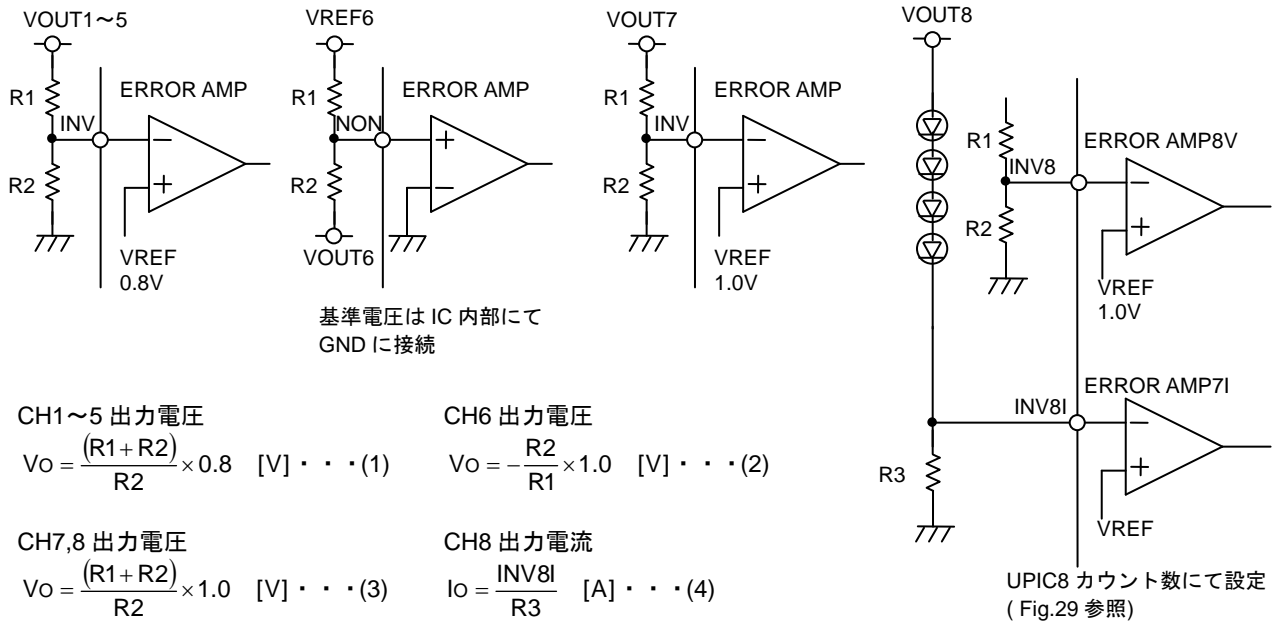

Fig.31 帰還抵抗設定方法
CH1~5 の ERROR AMP の基準電圧は 0.8V となっています。出力電圧は Fig.31 (1)式を参考に決定してください。本 IC は位相補償を内部に内蔵しております。R1,R2 の値は応用回路図を参考に数百 kΩ のオーダーになるように設定してください。
CH6 の ERROR AMP の基準電圧は、IC 内部で GND 接地されています。このため Fig.31 に示されたように VREF と CH6 出力間の帰還抵抗により設定すると高精度のレギュレータを構成できます。出力電圧は Fig.31 (2)式を参考に決定してください。VREF の電流能力は 100μA 程度のため R1 は 20kΩ 以上を推奨します。
CH7 の ERROR AMP の基準電圧は 1.0V となっています。出力電圧は Fig.31 (3)式を参考に決定してください。
CH8 にはそれぞれ基準の異なる ERROR AMP が 2 個あり、片側にてバックライト等に定電流帰還をかけて使用した場合、もう片側にて過電圧保護動作をさせることができます。それぞれ過電圧設定、出力電流設定は、Fig.31 (3)式、(4)式のようになります。この二つの ERROR AMP の出力が L 優先にて制御がかかります。したがってどちらかみの制御で 사용되는場合には INV 端子を GND Short として使用してください。CH6,CH7,CH8 は電圧モード制御となっています。発振マージンを確保するため CH6,7,8 は不連続インダクタ電流で使用してください。
(2) 基板レイアウト上の注意点